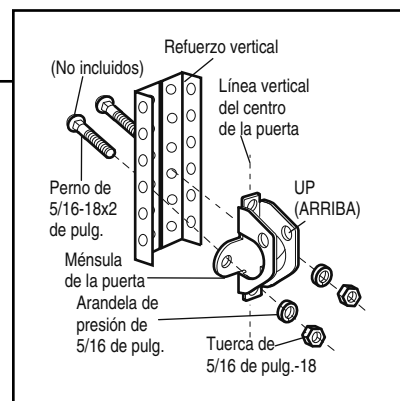

Figura 2B
- Como alternativa puede usar dos pernos de 5/16 de pulg. con arandelas de presión y tuercas (no incluidos) (Figura 2B).